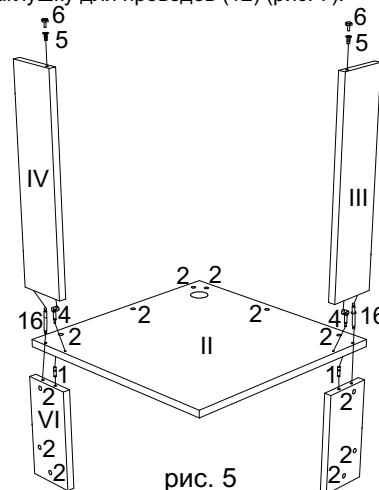

рис. 5
В нижние торцевые отверстия левой (III) и правой (IV) опор вбить крепежи для опоры (5) и вкрутить опору (6), в соответствующие отверстия в панели вставить эксцентрики (2) стрелкой в направлении отверстия в торце. В соответствующие отверстия в панели левой (V) и правой (VI) стоек вставить эксцентрики (2) стрелкой в направлении отверстия в торце. С нижней стороны столешницы (II) вкрутить дюбеля эксцентриков (4) и вставить эксцентрики (2) стрелкой в направлении отверстия в торце, с верхней вставить шканты (1). Собрать между собой столешницу (II), левую опору (III), левую стойку (V), правую опору (IV) и правую стойку (VI), поворачивая эксцентрики по часовой стрелке (левая опора, левая стойка и правая опора, правая стойка скрепляются между собой при помощи двухстороннего штока (16)) (рис. 5).